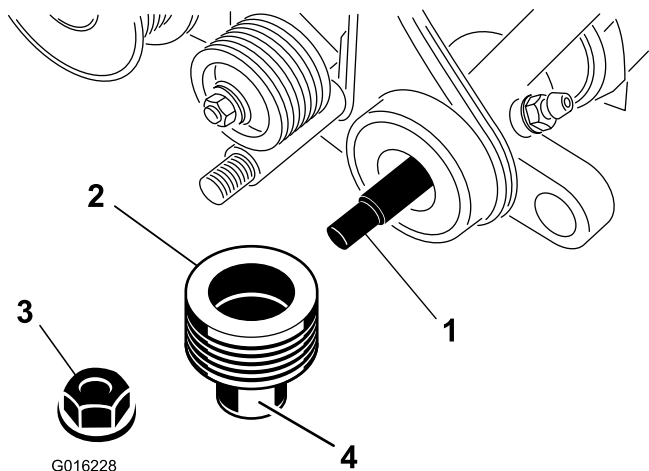

Рисунок 9
17. Нанесите консистентную смазку на уплотнительную поверхность ведомого шкива, как показано на Рисунок 9.
18. Наденьте шкив на вал механической щетки (Рисунок 9).
19. Прикрепите шкив к валу с помощью фланцевой контргайки и затяните ее с моментом от 23 до 28 Н·м (Рисунок 9).
20. Нанесите консистентную смазку на уплотнение в левой опорной плите и на конец вала механической щетки (Рисунок 9).